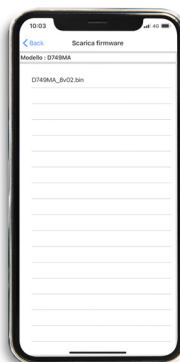

fig. 20
4. Selezionare l'aggiornamento firmware interessato (fig. 20)